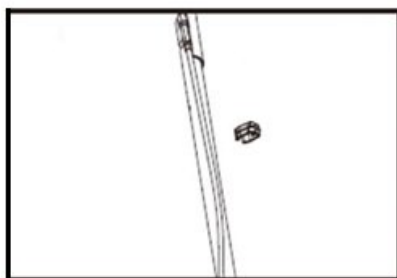

Рис. 8
**ШАГ 6 Закрепите тросы управления (рис.8)**